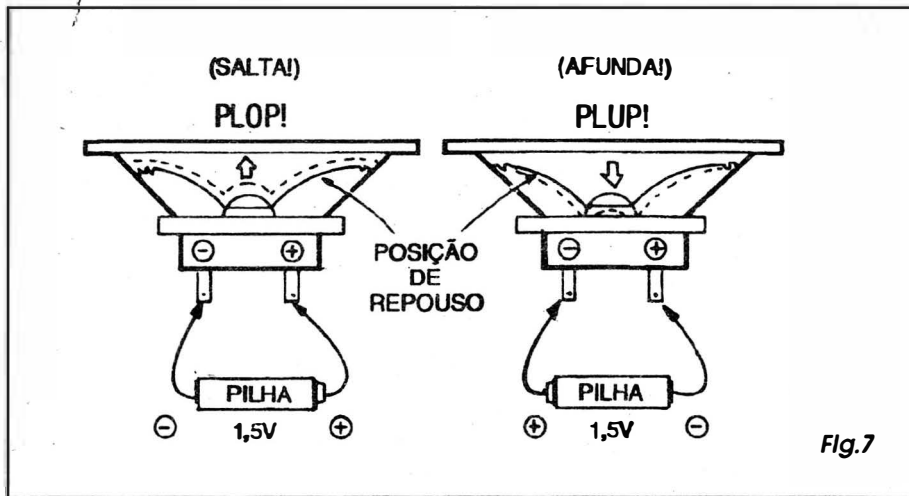

Fig.7
- FIG. 7 - A POLARIDADE (OU FASE...) DOS ALTO-FALANTES... - Dá-se o nome de FASE a tal fenômeno relativo à polaridade dos sinais em função do sentido de deslocamento do cone, nos alto-falantes... Nos componentes de boa procedência (tem muito alto-falante por aí, feito em fabriquetas de *fundo de quintal*, desenvolvidos, calculados e manufaturados literalmente... *nas coxas*...) os fabricantes indicam, junto aos terminais, suas respectivas polaridades, com as marcações (+) e (-). Entretanto, mesmo em componentes que não apresentem tais indicações, é fácil obter-se a polaridade dos terminais, utilizando o *truque* da pilha, já mostrado para o teste inicial de estado, na FIG. 1 da presente *lição*... Aplicando-se os fios da pilha aos terminais do alto-falante, e observando o sentido (*para fora* ou *para dentro*...) de deslocamento do cone, deve ser considerado como **positivo (+)** o terminal que, ligado ao polo correspondente da pilha (+), determina o deslocamento *para fora*, do cone... Obviamente, o terminal